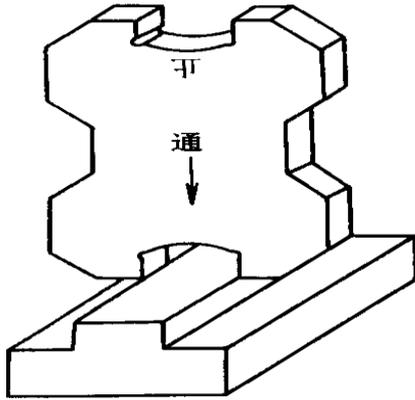

图 C-84 用界限量规测量台阶宽度
4. 台阶的测量台阶的宽度和深度用游标卡尺或深度游标尺测量。两边对称的台阶，深度较深时可用千分尺测量，深度较浅用千分尺测量不便时，用界限量规测量，见图 C-84。